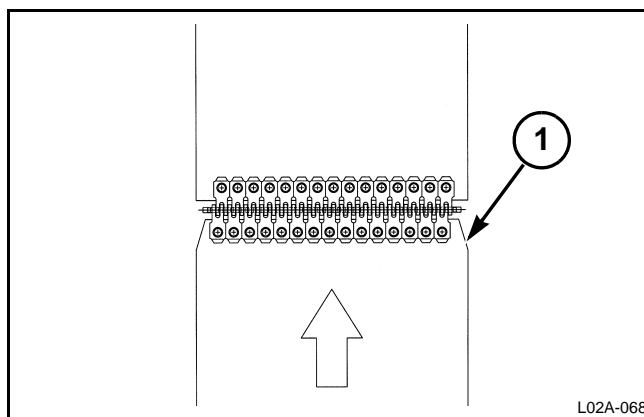

FIG. 40
FIG. 40: Las esquinas (1) del extremo arrastrado deben cortarse en un ángulo de 6 x 20 mm (1/4 x 3/4 pulg). Las esquinas cónicas permitirán que las correas se desplacen más libremente en las guías y evitarán que se salgan los ganchos del extremo.